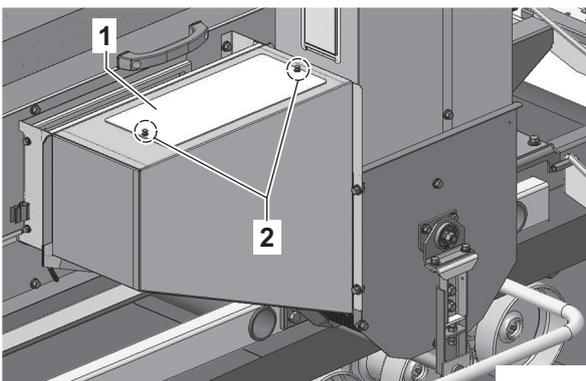

図 2-27
19. ケース (入口A仕組にウインドウ (イブツ) (1) をナイラッチ (2) 2本で組み付けます。(図 2-27)